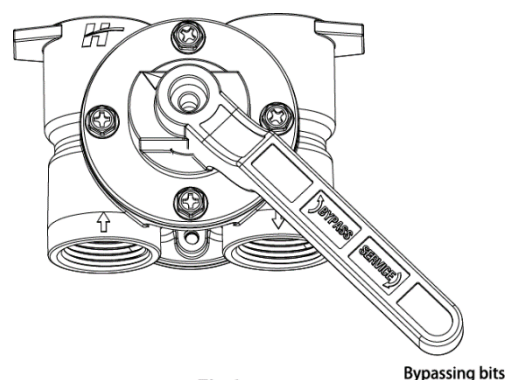

Fig6
- ★ Sørg for, at der anvendes bypass-kredsløb (fig. 6).